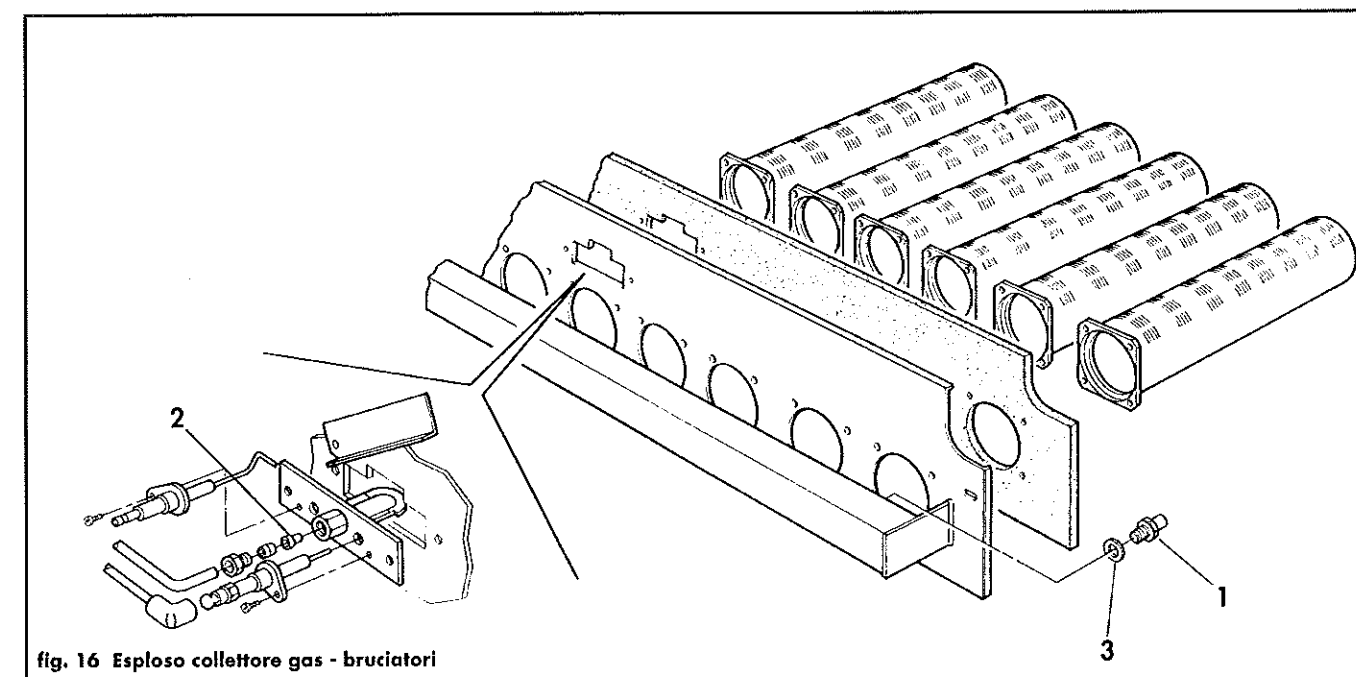

fig. 16 Esploso collettore gas - bruciatori
- Svitare gli ugelli principali (1 - fig. 16) dal collettore per mezzo di una chiave esagonale.
- Smontare l'ugello pilota (2) svitando il raccordo che lo trattiene.
- Sostituire gli ugelli con quelli contenuti nel kit di trasformazione, avendo cura di controllare che le guarnizioni di tenuta (3) siano in buono stato. Eventualmente sostituirle.